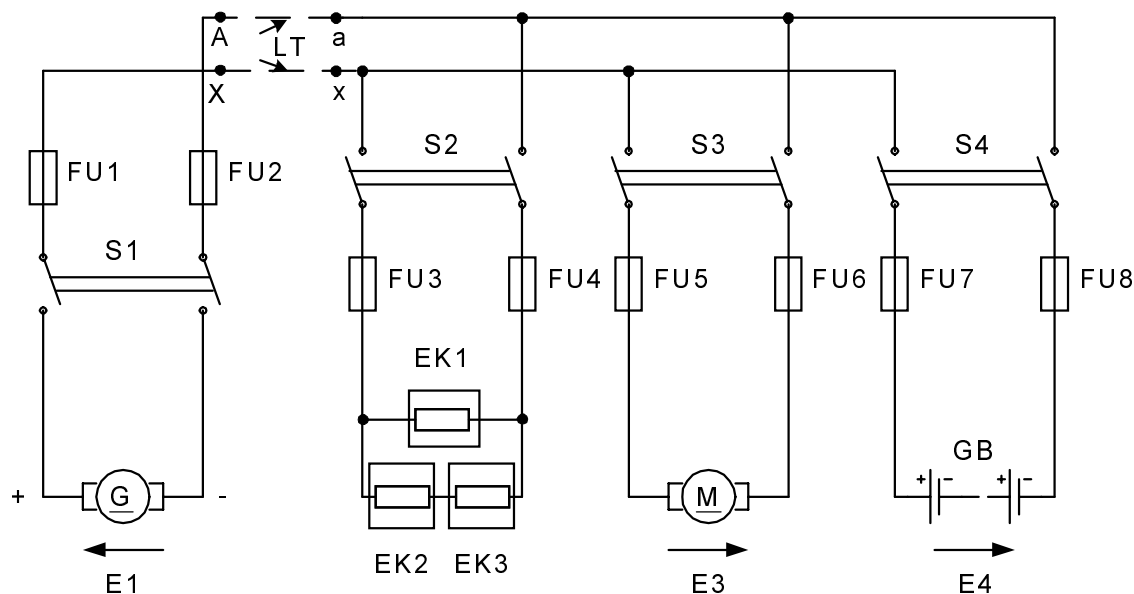

Fig. 1.1 Le schéma de principe du circuit
Aux bornes $a-x$ de la ligne de transmission (LT) à courant continu (fig. 1.1) avec la résistance totale des deux fils $R_l = 1 \text{ Ohm}$, qui est alimenté par l'interrupteur $S1$ du générateur G avec F.E.M $E1$ et la résistance intérieure $R_{01} = 0,1 \text{ Ohm}$, sont branchés à l'aide des interrupteurs $S2 \dots S4$ les consommateurs suivants d'énergie électrique:
К выводам а - х линии электропередачи (ЛЭП) постоянного тока (рис.1.1.) с общим сопротивлением обоих проводов $R_{л} = 1 \text{ Ом}$, которая питается через выключатель $S1$ от генератора G с ЭДС $E1$ и внутренним сопротивлением $R_{01} = 0,1 \text{ Ом}$, присоединены через выключатели $S2...S4$ следующие потребители электроэнергии: